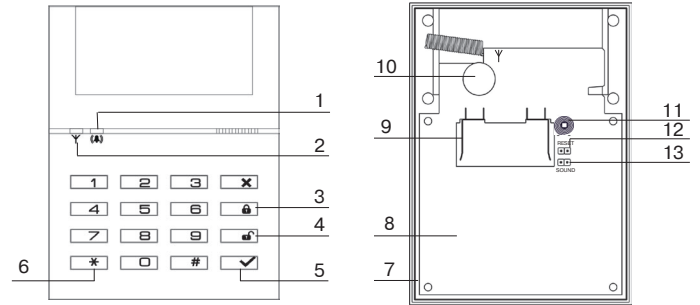

Рисунок 1
ПУВ-РК состоит из следующих элементов (рисунок 1): корпус (7) с установленной печатной платой (8). Батарея устанавливается в держатель (9). На печатной плате установлены: пьезоизлучатель (10) и переключатель для отключения звука (13), датчик снятия с места установки (11), контакты RESET (12) для перевода ПУВ-РК в режим «Связывания». Индикаторы общего назначения (1), (2) выведены на лицевую панель, и могут включаться или выключаться в соответствии с командой, принятой от ППК.
Звуковая индикация включается/отключается установкой/снятием переключки («джампера») с тыльной стороны ПУВ-РК (рис. 1, поз. 13).
Установите батарею в держатель. Подготовьте ППК к регистрации в соответствии с инструкцией на ППК. ПУВ-РК будет периодически включать индикатор (рис. 1, поз. 1) зеленым цветом, что свидетельствует о его нахождении в режиме «Связывание». При отсутствии индикации, замкните контакты RESET (12) с тыльной стороны устройства и отпустите. В режиме «Связывание» ПУВ-РК находится в течение 100 с. Для возобновления режима «Связывания» замкните контакты RESET (12).
Для определения возможности использования ПУВ-РК в выбранном месте необходимо нажать клавишу **✓**, после этого ПУВ-РК отобразит качество радиосвязи с ППК на индикаторах (поз. 1,2, рис. 1) в соответствии с таблицей 4.